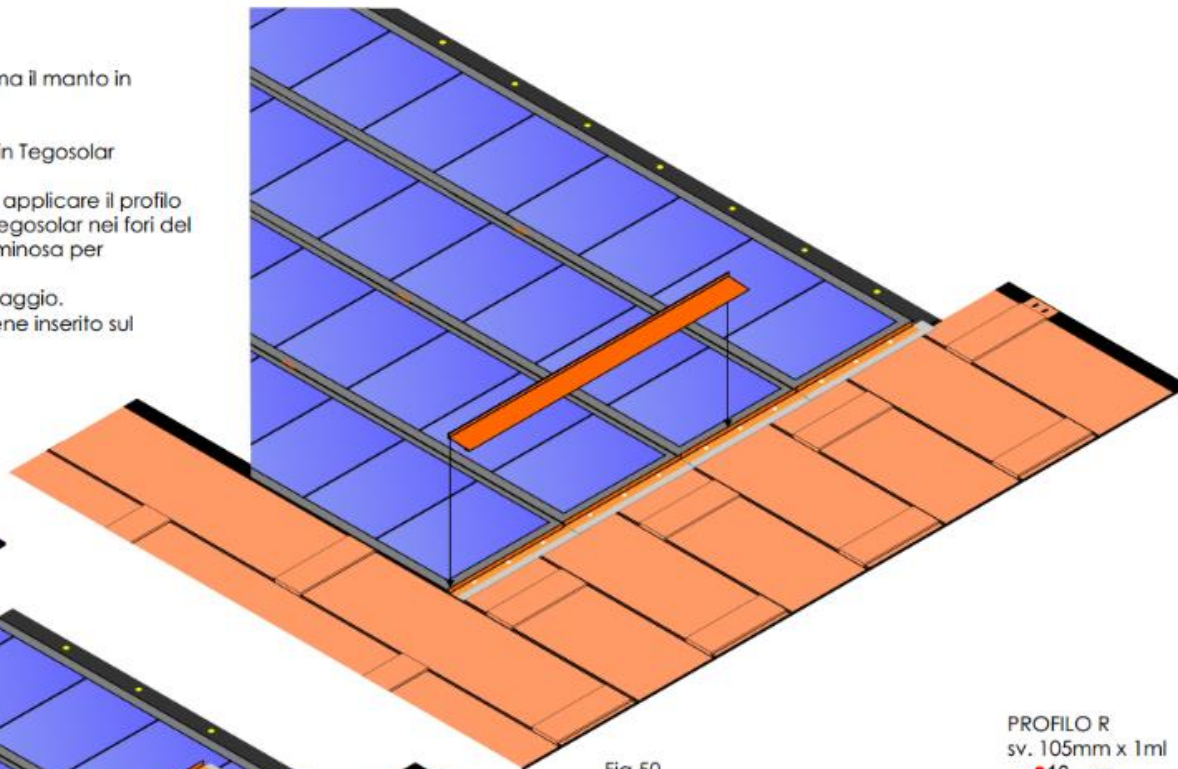

Fig.50
- Per completare il giunto installare il profilo R illustrato in figura 50B che viene inserito sul bordo superiore della L e rivettato (fig.50).